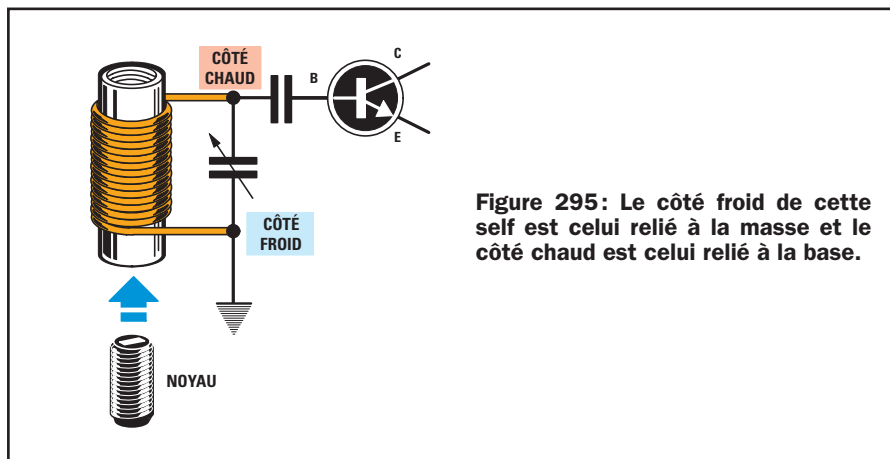
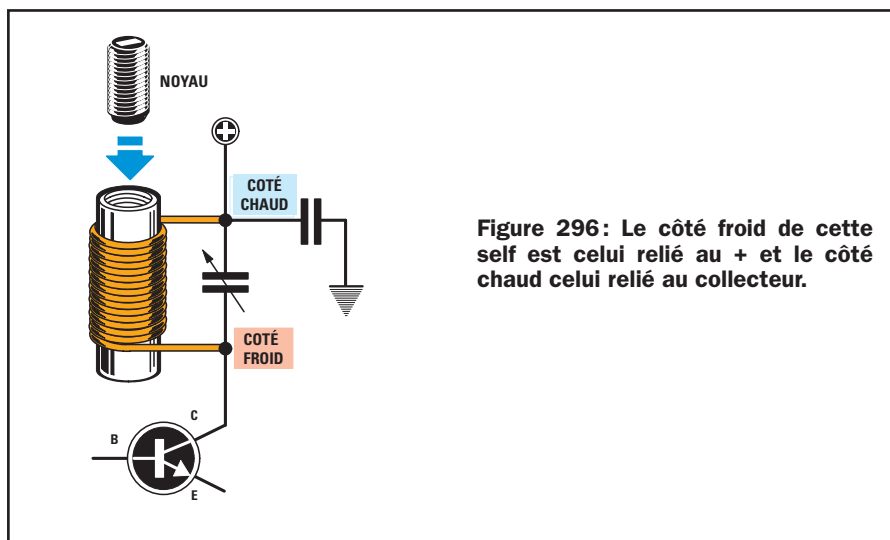

Figure 295: Le côté froid de cette self est celui relié à la masse et le côté chaud est celui relié à la base.
Figure 296: Le côté froid de cette self est celui relié au + et le côté chaud celui relié au collecteur.
- 4 - Si la self d'accord est pourvue d'un noyau ferromagnétique, ce dernier est à insérer du côté froid de la self. On entend par "côté froid" le côté de la self dont l'extrémité du fil est reliée à la masse (figure 295). Si la self est reliée au collecteur du transistor, le côté froid est celui dont l'extrémité du fil est reliée au positif de la tension d'alimentation (figure 296). Si l'on insérait ce noyau du côté opposé (côté chaud), l'oscillateur fonctionnerait aussi, mais le courant con-
Si vous utilisez un support (cela s'appelle un mandrin) avec noyau ferromagnétique, donc un mandrin à noyau (figures 295 et 296), n'oubliez pas qu'au plus vous vissez ce noyau à l'intérieur du mandrin au plus vous augmentez la valeur en μH (l'inductance) de la self. ◆